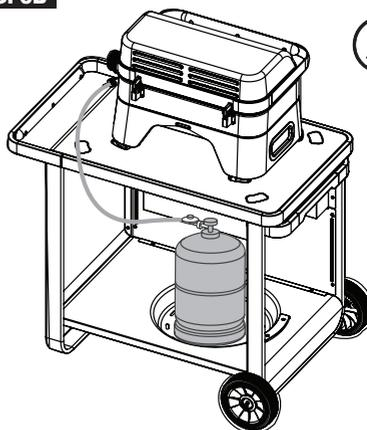

FIG. 4
- S'assurer que le bouton de réglage est en position "OFF" (O).
- Mettre le liquide sur les raccords bouteille / détendeur / tuyau / appareil (Fig 4).
- Ouvrir le robinet de la bouteille de gaz (Le bouton de réglage doit rester en position "OFF" (O)). Si des bulles se forment, cela signifie qu'il y a des fuites de gaz.